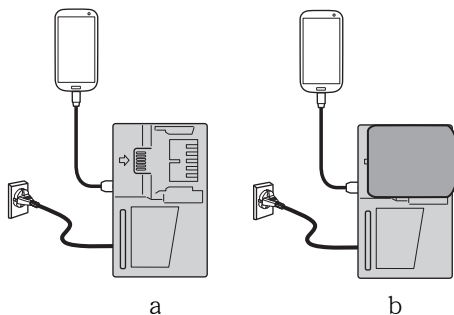

图 14
- 将 USB 设备插入插座进行充电（图 14-a）。
- 将 USB 设备和电池插入插座进行充电。（图 14-b）